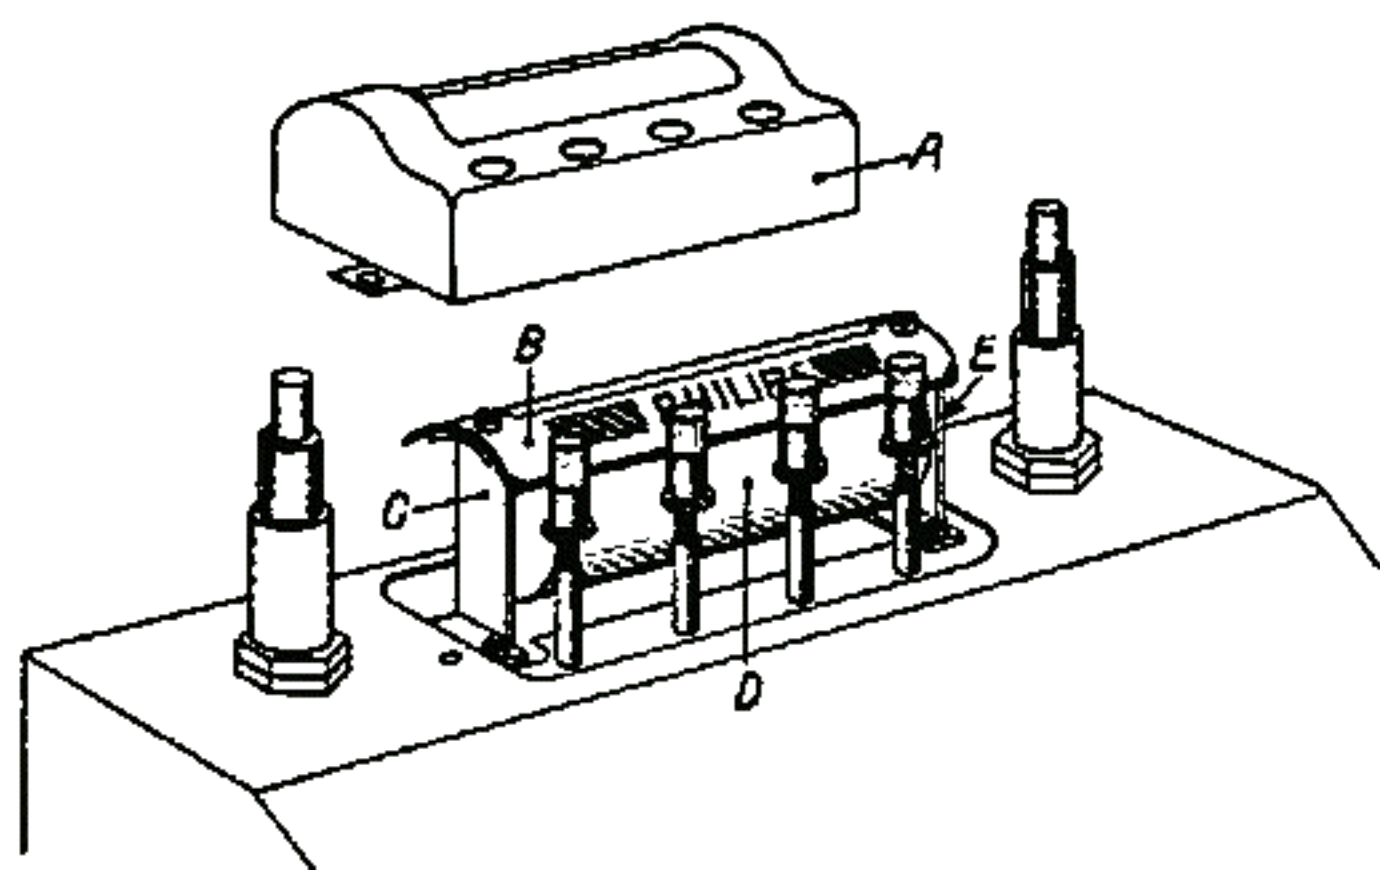

Fig. 1
c. Verwijder de verchromde kap A (zie fig. 1), het schaalvenster B met metalen naamstrook „PHILIPS” en het beugeltje C; de cilindrische schaal D kan daarna worden uitgeschoven (N.B. Hierbij het „Philite”-spoeltje, waar de aandrijfsnaar overheen loopt, vasthouden!) en